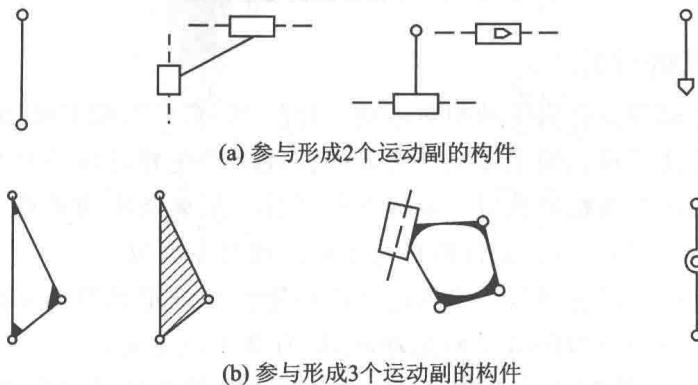

图1-1 构件
① 构件：参与形成2个运动副的构件、参与形成3个运动副的构件，如图1-1所示。